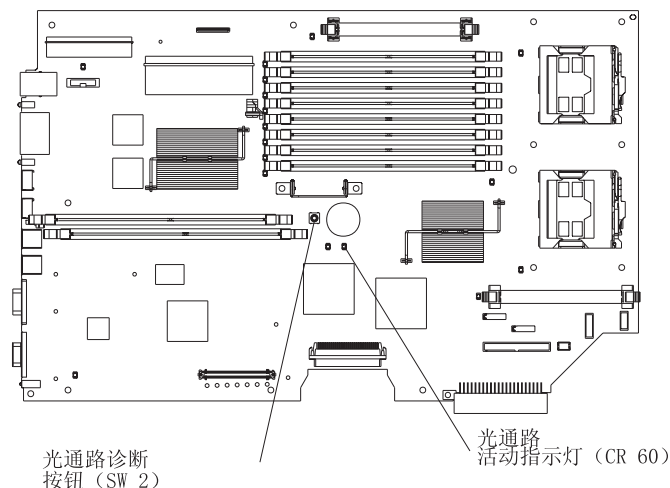

图 12. 不带交流电源点亮光通路指示灯
5) 按住蓝色的光通路诊断按钮（请参阅图 12）来点亮系统板指示灯。